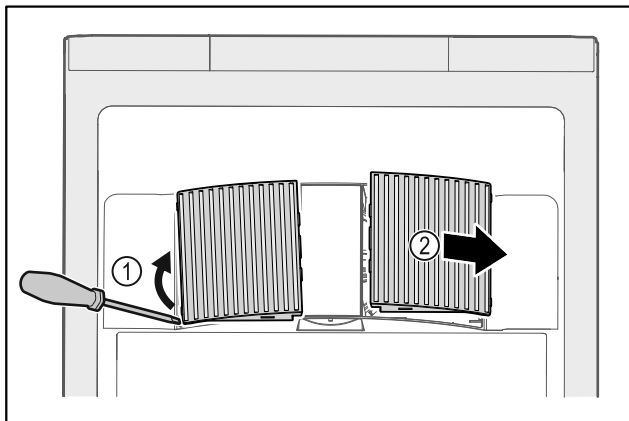

Fig. 164
- ▶ Внимателно повдигнете капациите на вентилаторите от страни Fig. 164 (1) и ги свалете напред Fig. 164 (2).